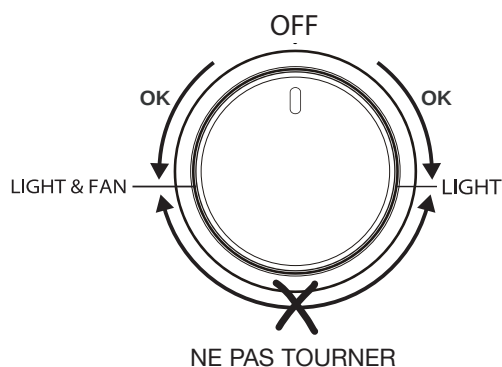

Fig. 3.2
La lampe du four et le moteur de ventilateur sont contrôlés par un bouton d'interrupteur situé sur le tableau de commande (fig. 3.2). Pour allumer la lampe du four, tournez le bouton dans le sens antihoraire à la position LIGHT.
- Lors de l'allumage du brûleur du four, le moteur de ventilateur doit être à la position d'arrêt (bouton de commande de la lampe et du ventilateur à la position "OFF" – Fig. 3.2).
Après avoir allumé le brûleur du four, allumez le moteur de ventilateur en tournant le bouton de commande de "lampe du four et moteur du ventilateur" (fig. 3.2) à la position **"LIGHT & FAN"** (lampe et ventilateur).